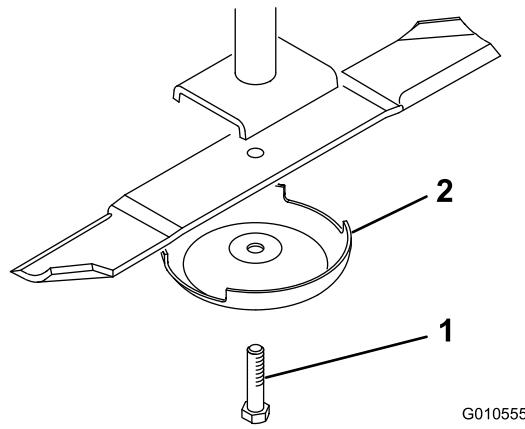

Bild 24
4. Halten Sie das Ende des Messers mit einem stark wattierten Handschuh oder wickeln Sie einen Lappen um es herum. Entfernen Sie die Messerschraube, die Antiskalpiercuppe und das Messer von der Spindelwelle (Bild 24).